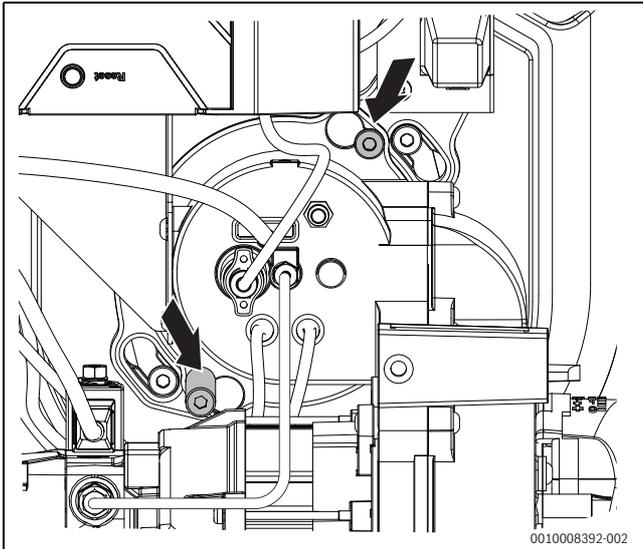

Bild 36 Schrauben der Bajonettbefestigung lösen
- ▶ Die beiden Schrauben der Bajonettbefestigung lösen (→Bild 36, Pfeile).